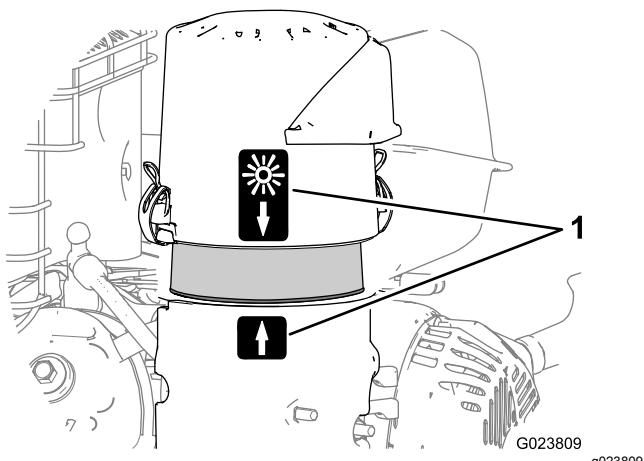

Figure 32
- Alignez la flèche sur le couvercle du filtre à air et la flèche sur la base (Figure 32).